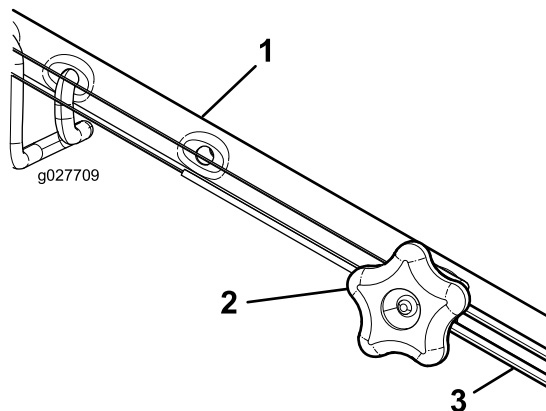

Figura 39
1. Girate la manopola di regolazione in senso antiorario per allentare la regolazione del cavo (Figura 39).
2. Regolate la tensione del cavo (Figura 39) tirandolo indietro o spingendolo in avanti e poi mantenendo quella posizione.